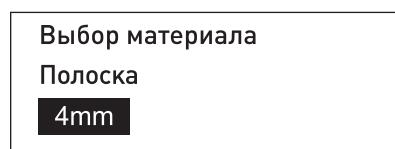

Рисунок 4.4-2
2) Нажмите клавишу **【←】 / 【→】** чтобы выбрать требуемый материал "Mark STRIP", и нажмите **【↓】** чтобы перейти к строке выбора размера. (Рис. 4.4-2)